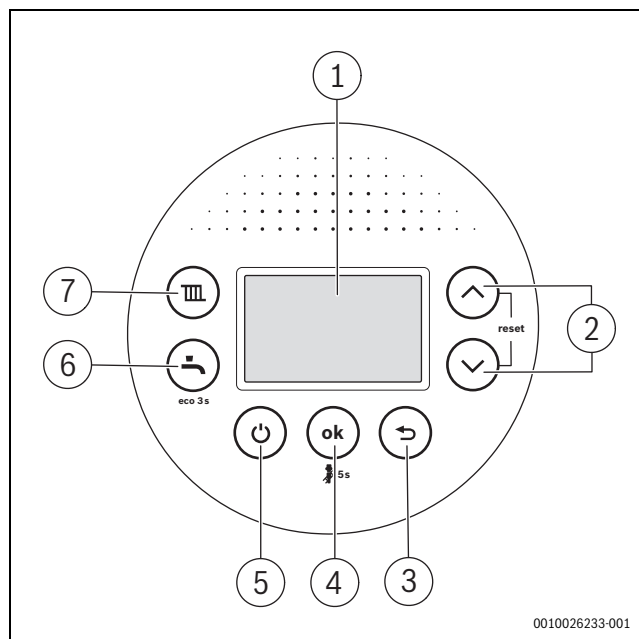

Fig. 4 Aperçu du tableau de commande
Après la mise en service, la touche (→ fig. 4, [5]) démarre ou arrête simultanément le chauffage et la production d'eau chaude sanitaire sans interrompre l'alimentation électrique.
- En fonctionnement normal, désactiver l'appareil avec la touche (→ fig. 4, [5]).